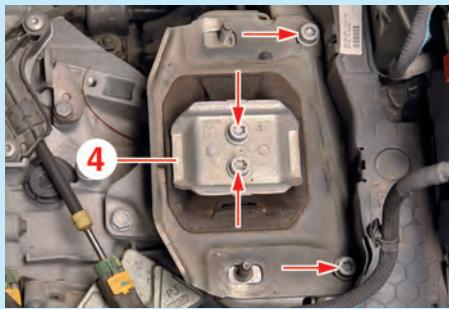

Fig.3
- Déposer le silentbloc de boîte de vitesses (4) (Fig.3).